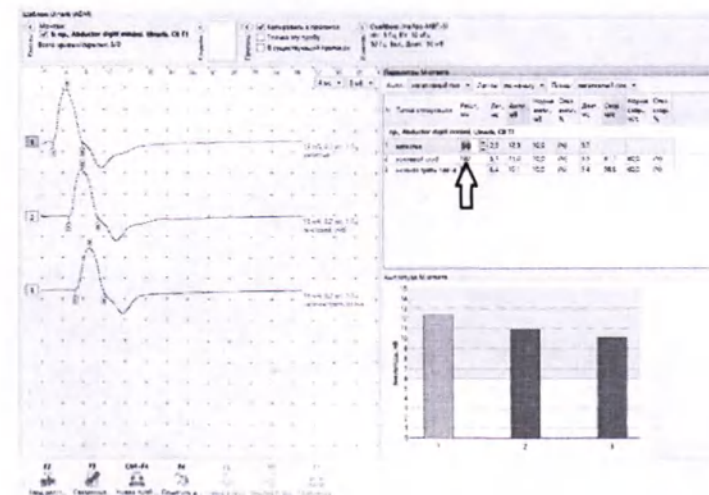

Рис. 43. Место ввода дистального расстояния (от точки стимуляции до активного электрода)
16. Последовательно введите расстояния в таблицу (рис. 43).